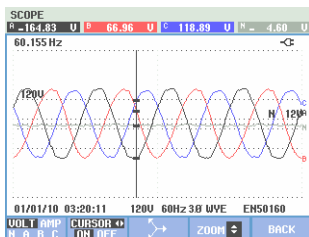

Рис. 23-3 Отображение осциллограмм, курсор и масштабирование включены
- Клавиши со стрелками вверх/вниз служат для изменения масштаба в вертикальном направлении (Рис. 23.3).